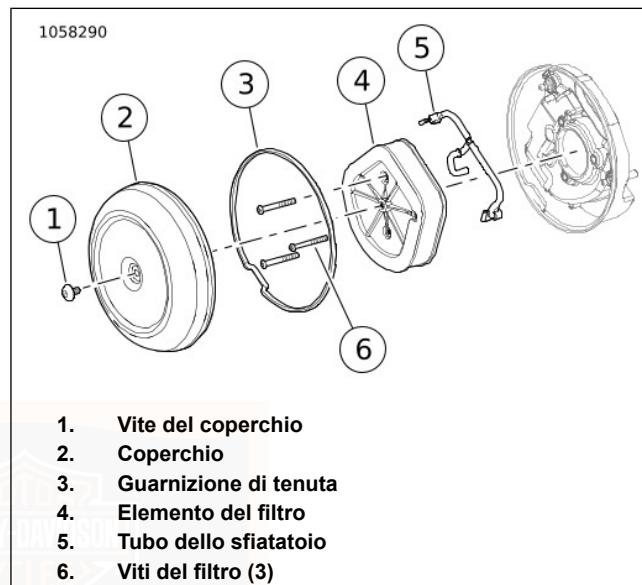
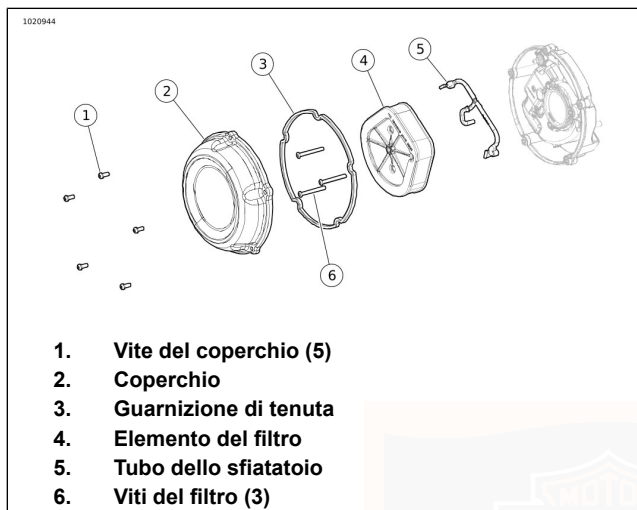

Figura 61. Filtro dell'aria: Vite singola
Figura 62. Filtro dell'aria: Cinque viti
1. Vedere Figura 61 o Figura 62. Rimuovere il coperchio del filtro dell'aria.
- a. Rimuovere le viti (1).
- b. Rimuovere il coperchio (2).
- a. Rimuovere le viti (6).
- b. Rimuovere l'elemento del filtro (4) tirando il tubo dello sfiatatoio (5) dall'elemento.
3. Rimuovere il tubo dello sfiatatoio (5) dai bulloni dello sfiatatoio.
1. Vedere Figura 61 o Figura 62. Installare l'elemento del filtro.
- a. Installare il tubo dello sfiatatoio (5) sui bulloni dello sfiatatoio.
- b. Installare l'elemento del filtro (4) e nel contempo spingere il tubo dello sfiatatoio nell'elemento.
- c. Installare le viti (6). Serrare a 5,4–8,1 N·m (48–72 in-lbs).
2. Accertarsi che la guarnizione di tenuta di gomma (3) non sia danneggiata e sia inserita correttamente. Se necessario, sostituire.
- a. Applicare LOCTITE 243 MEDIUM STRENGTH THREADLOCKER AND SEALANT (BLU) (99642-97) alle filettature della vite (1).
- b. Installare il coperchio (2).
4. Installare la vite (1).
- b. **Coperchio con cinque viti:** Installare le viti (1). Serrare secondo una sequenza a stella a 5,4–8,1 N·m (48–72 in-lbs)